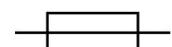

Рис. 116. Пожары в результате короткого замыкания электропроводки в квартире, автомобиле, на яхте.
30. Выбор предохранителя должен происходить исходя из технических возможностей проводки защищаемого электрооборудования. Иногда при отсутствии необходимого предохранителя, или с целью сознательного обхода защиты, используют металлическую перемычку между контактами – «жучок». Однако следует иметь в виду, что выгорание предохранителя свидетельствует о наличии серьёзных проблем в электрической цепи, в частности, о коротком замыкании. Замена штатного предохранителя «жучком» может привести к выходу из строя дорогих электрических устройств и к возгоранию. Последнее часто является причиной пожаров, рис. 116.